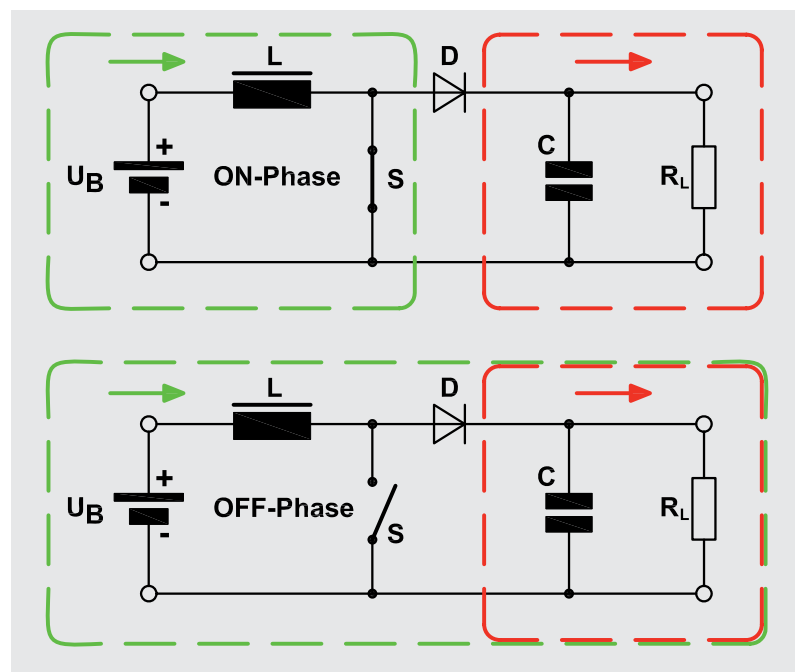

Bild 2: Prinzipielle Funktionsweise eines Step-up-Wandlers (Aufwärtswandlers)
Die prinzipielle Funktionsweise eines Aufwärtswandlers ist in Bild 2 dargestellt. Für einen Aufwärtswandler werden folgende Komponenten benötigt: eine Speicherspule L (L2), ein Gleichrichter D (D3), ein Speicherkondensator C (C9–C11) sowie ein Schalter S (interner MOSFET von IC1). Die in Klammern angegebenen Bauteilreferenzen entsprechen den Bauteilen in unserer Schaltung.
Wie in Bild 2 zu sehen, gibt es zwei Schaltphasen. In der ersten Phase (ON-Phase) ist der Schalter S geschlossen und es fließt ein Strom durch die Spule L, wobei der Strom ansteigt. Gleichzeitig entlädt sich der zuvor aufgeladene Kondensator C über die angeschlossene Last (RL).